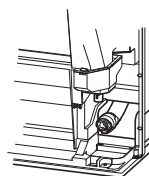

Fig. 4
- Når afløbsrørføringen udføres, skal du sikre dig, at afløbsslangen (1) føres som vist. (Fig. 4)
- 4) Opkravningsarbejde (Fig. 4, 5). Hold kobberøret i den størrelse, der er vist i skemaet. Vælg A (mm) fra skemaet i henhold til det værktøj, du benytter.